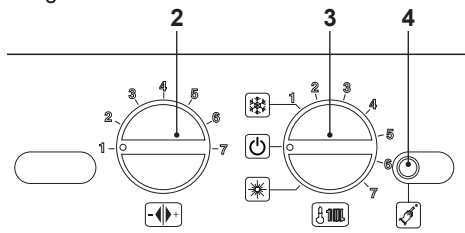

Figura 5.57
- Per uscire dalla programmazione posizionare il selettore di funzione 3 come indicato in Figura 5.57.